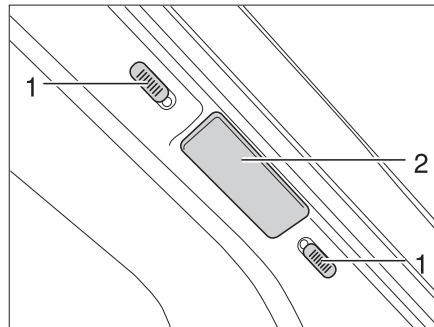
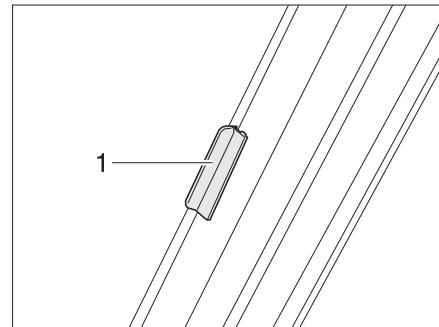

Fig. 25 Dispositivo di bloccaggio per la tendina oscurante pieghevole del parabrezza
Fig. 26 Dispositivo di bloccaggio per la tendina oscurante pieghevole del parabrezza
- Tirare verso l'esterno le due metà della tendina oscurante pieghevole del parabrezza per la maniglia (Fig. 25,2 e Fig. 26,1) fino all'arresto.
- Spingere i bottoni di bloccaggio (Fig. 25,1) verso il basso o verso l'alto. Quando il punto rosso è visibile, il bloccaggio è aperto.